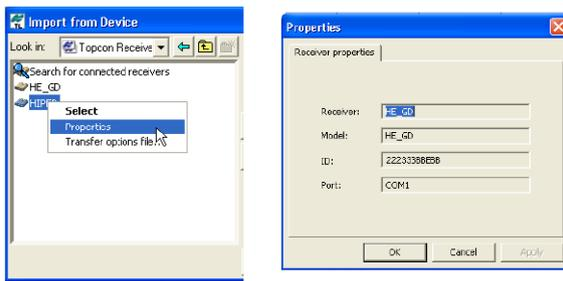

Figura 5-7. Proprietà del ricevitore
- Per visualizzare le informazioni sul ricevitore (Figura 5-7 a pag. 5-5), fare clic con il tasto destro del mouse sul ricevitore desiderato e selezionare l'opzione *Properties*.